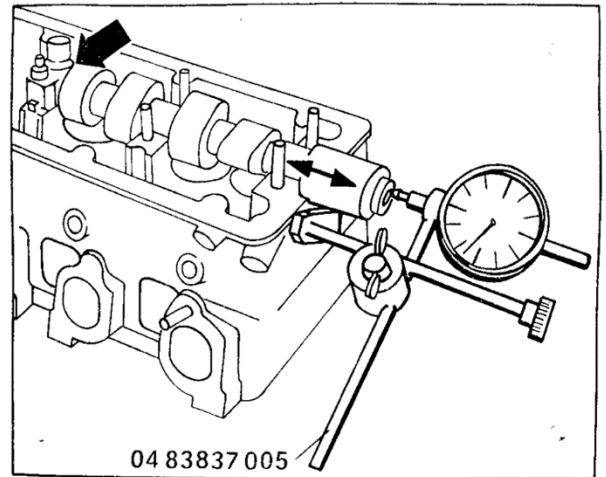

Bild M 27. Axialspiel der Nockenwelle
- (1) Kombischrauben ($M_t = 40 \text{ Nm}$)
- (2) Sechskantmutter ($M_t = 6 \text{ Nm} + 1/4 \text{ Umdrehung}$)
- (3) Lagerdeckel
- (4) Nockenwelle
- Axialspiel überprüfen (siehe Bild M 27)